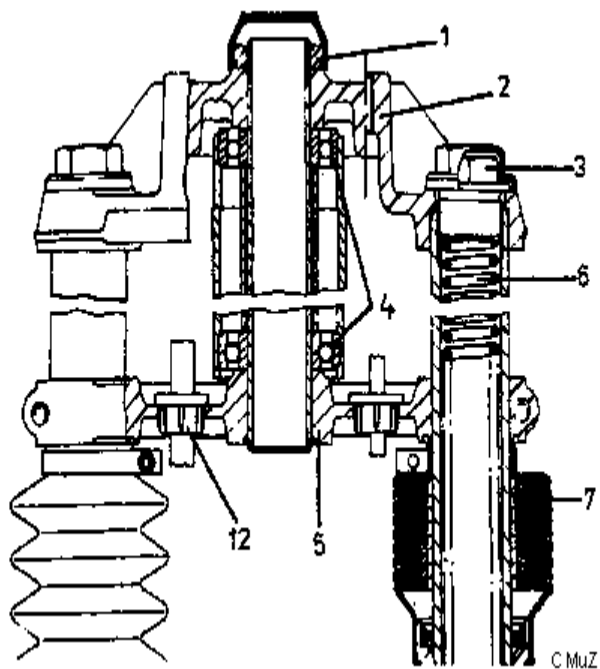

Abbildung 5
Die Lagerung der Lenkung (Abbildung 5) übernehmen zwei Radialrillenkugellager (4), zwischen denen eine Distanzhülse eingebaut ist. Diese Lagerung ist wartungs- und einstellfrei.